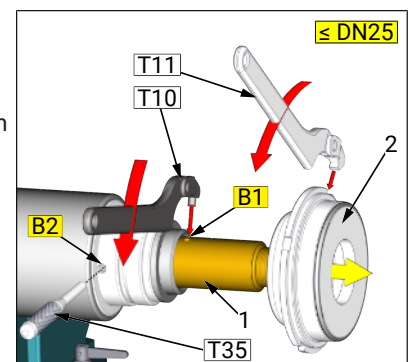
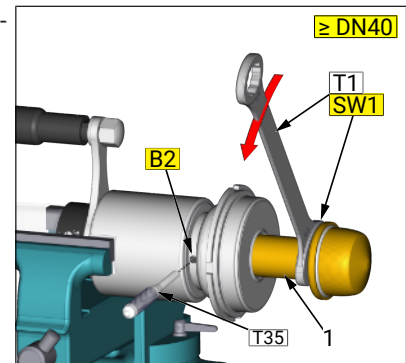

Abbildung 3
Abbildung 4
- Abb. 3: Ausbau über Bohrung (B1) (\leq DN25).
- ⇒ Damit die Bohrung (B1) sichtbar wird, muss zuerst der Einsatz (2) abgeschraubt werden.
- Abb. 4: Ausbau über Schlüsselfläche (SW1) (\geq DN40).